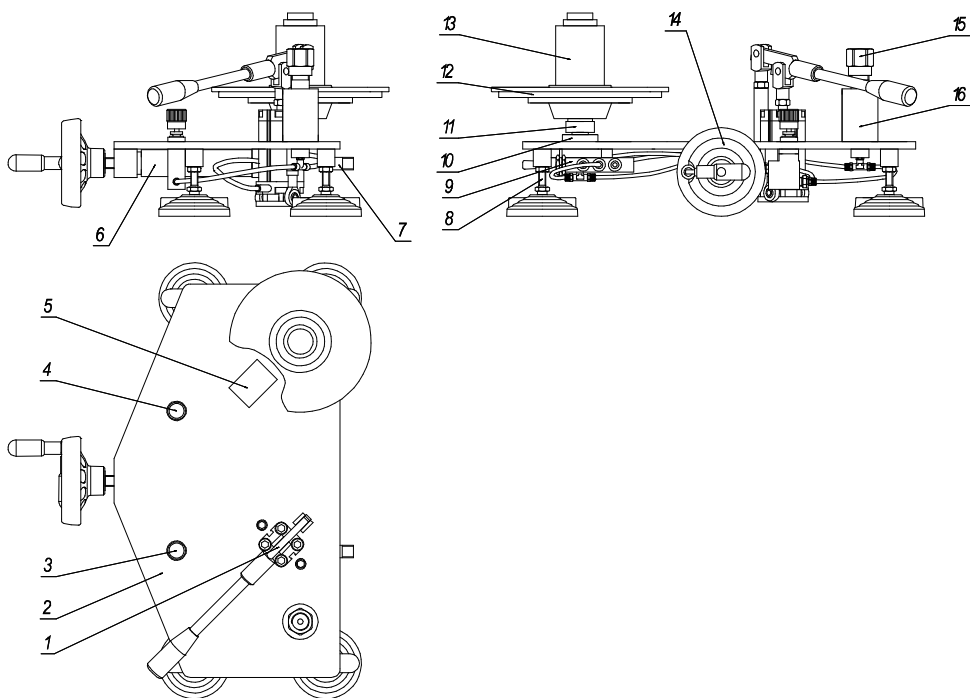

Рисунок 2. Манометр газовый грузопоршневой МГП-2,5, МГП-10.
6.3 Разберите ИПС, для чего: выкрутите стопорный винт 3 (рисунок 2) и выньте поршень 4. Выкрутите гайку 6 и выньте цилиндр 2 из корпуса 1.